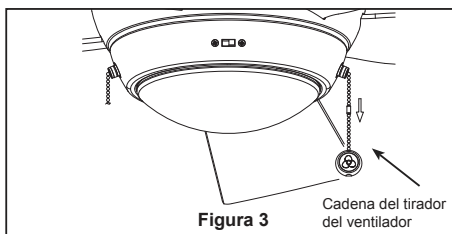

Figura 3
3. Introduzca los cables de color negro, azul y blanco a través de la varilla. (Figura 3)
1. Fije bien la abrazadera para colgar a la caja de salida (no se incluye) con los tornillos y las arandelas provistas con la caja de salida. (Figura 3)
3. Extraiga uno de los tres tornillos del ensamble de la placa de iluminación. Guárdelos para después y afloje levemente los otros dos tronillos. (Figura 3)
3. Verifique el funcionamiento del ventilador jalando suavemente de la cadena del tirador del ventilador. (Figura 3)